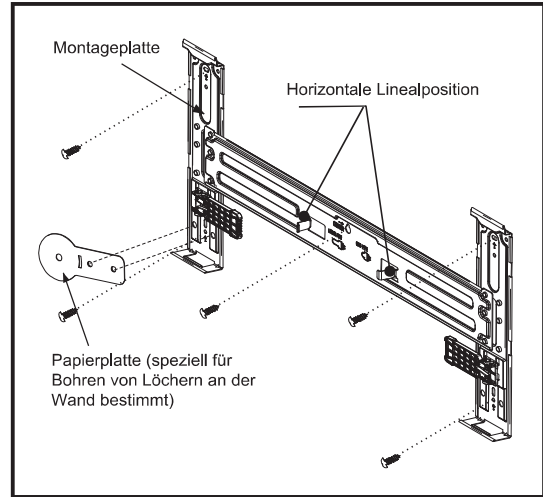

Abb. 1
- 6) Richten Sie die zwei Löcher der Papierplatte auf die zwei Löcher der Montageplatte aus, wie in Abb.1. dargestellt.
- 1) Entscheiden Sie sich für die Lochstelle der Rohrleitung nach der Lage der Montageplatte. (Siehe die Position und Größe der Papierplatte wie in Abb. 1 gezeigt).
Hinweis: Wenn es ein Loch an der Wand gibt, müssen Sie den runden Teil der Papierplatte auf das Loch an der Wand ausrichten. Dann richten Sie die zwei Löcher der Montageplatte auf die zwei Löcher der Papierplatte (in Abb. 1 gezeigt) , um den Installationsort für die Montageplatte zu bestätigen.